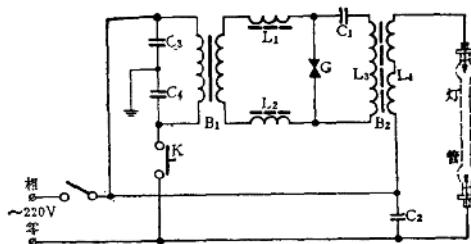

图 39-2-12 XC-S20A 型触发器工作线路
(1) 变压器火花型触发器。大功率管形氙灯均用此类触发器，如XG-2000型管形氙灯配用的XC-S20A型触发器，它的工作线路见图39-2-12。灯的点燃过程为：按下K，B₁次级以3.5~5千伏向C₁充电，当C₁的电压升高到火花间隙G的击穿电压时，即由C₁、G、L₃构成衰减式振荡回路，并在B₂的次级L₄上感应出20~30千伏的高频高压，使灯管起弧。C₂的作用是防止高频高压对电网的影响。当灯管容量不同时，所采用触发器的具体线路和元件参数亦有所不同，但其工作原理是相似的。